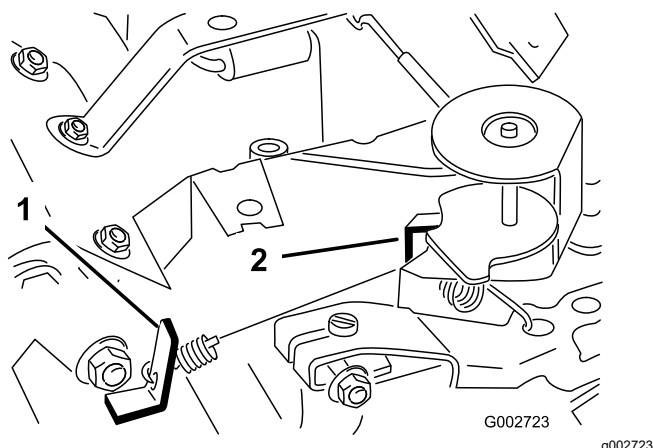

Рисунок 39
- Отогните язычок пружинодержателя управляемых оборотов холостого хода (Рисунок 39) так, чтобы получить 1725 ± 50 об/мин.
6. Отогните язычок пружинодержателя высоких оборотов (Рисунок 39) так, чтобы получить 3400 ± 50 об/мин.